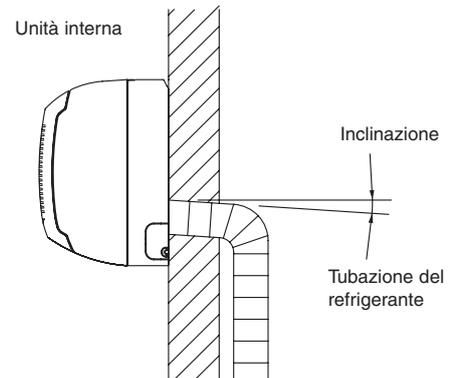

Fig. 3-32
- a) Il tubo flessibile di scarico dovrebbe essere inclinato verso il basso sul lato esterno. (Fig. 3-32)